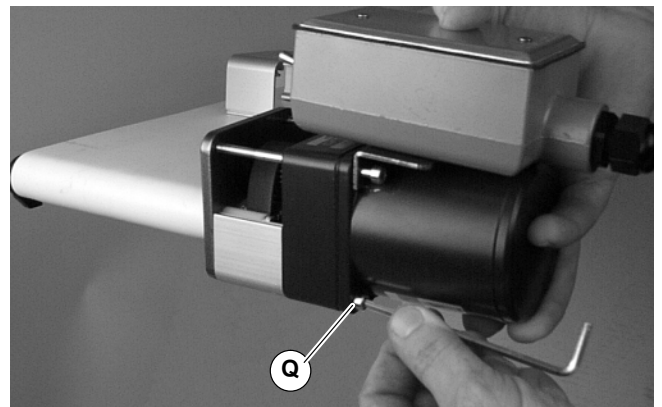

Abbildung 7
- Antriebsrolle des Getriebemotors in den Zahnriemen einlegen. Bausatz mit zwei (2) unteren Schrauben (Q siehe Abbildung 7) montieren. Mit 5 Nm festziehen.
5. Neuen Zahnriemen (M) über Abtriebscheibe (J) und zwischen Spurkranz (S) legen.
6. Antriebsrolle des Getriebemotors in den Zahnriemen einlegen. Bausatz mit zwei (2) unteren Schrauben (Q siehe Abbildung 7) montieren. Auf 5 Nm festziehen.